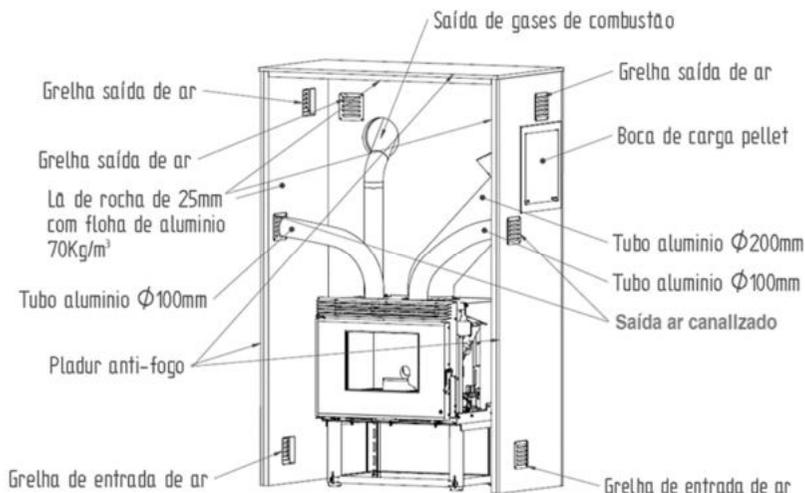

Figura 22 – Instalação inserível a pellets
- No exemplo de instalação (Figura 22) pode-se verificar que os tubos são colocados para canalizar a saída de ar quente para a habitação onde está instalado o inserível, mas poderia ser instalado para transportar ar quente para salas vizinhas. O comprimento máximo de tubos sem instalar uma caixa de extração de ar é de 3-4m.